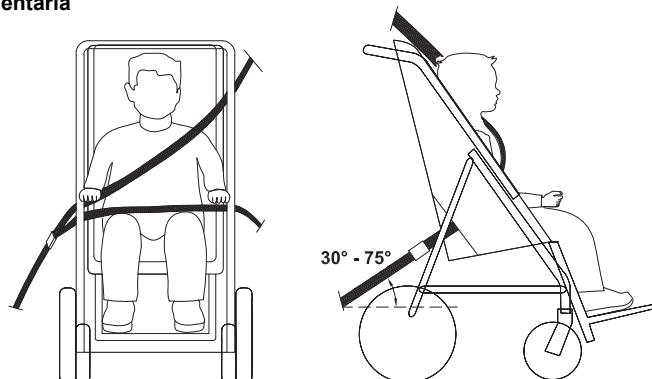

Fig. 3
- para que funcionen eficazmente, los cinturones de sujeción deben adherirse bien al cuerpo del niño:** prestar atención para que los componentes o las piezas de la silla de paseo, como las ruedas o los laterales no los alejen (ver fig.3 y 4 pág.10)
- el cinturón torácico debe colocarse sobre los hombros,** (ver fig.3 pág.10)